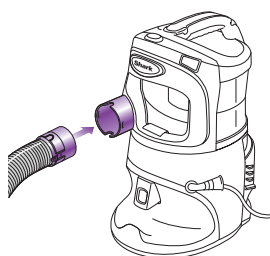

Fig. 1
- 1 Insérez l'extrémité du boyau flexible à l'intérieur du connecteur à l'avant de l'aspirateur portatif **Lift-Around^{MC}**. (fig. 1)